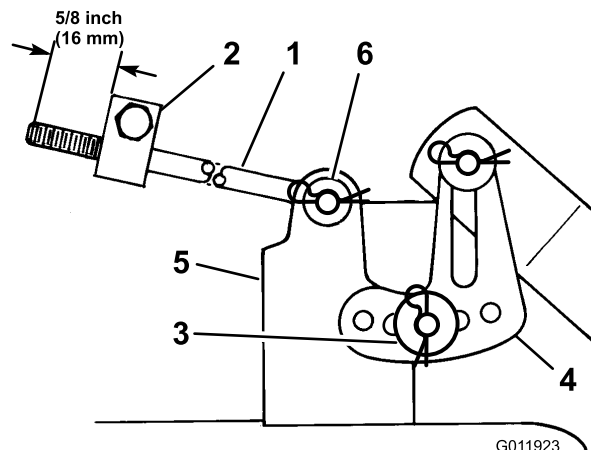

Figura 14
- Misurate la lunghezza dell'asta che sporge dalla parte anteriore del blocco di regolazione, sui lati del telaio (Figura 14).
Nota: Se l'asta non è lunga 16 mm, togliete la coppiglia a forcina e la rondella dall'estremità dell'asta (Figura 14) e girate l'asta fino ad ottenere la lunghezza di 16 mm.